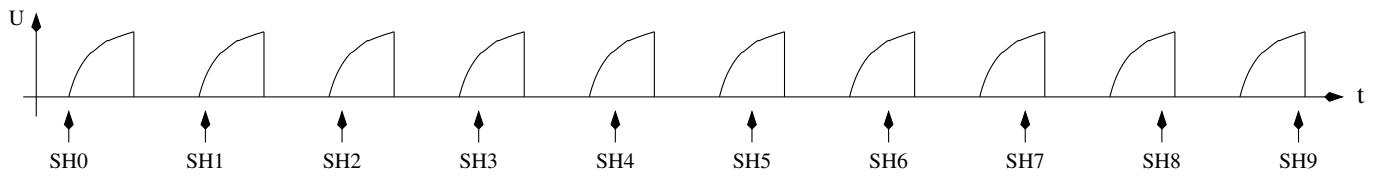

Рис. 5.30. Сканирование сигналов напряжения с помощью метода выборки
Радиолюбитель Pieter-Tjerk (PA3FWM) интегрировал возможность измерений очень малых значений ёмкости ($< 100 \text{ pF}$) методом выборки. Период преобразования АЦП на самом деле слишком длительный для непосредственного отбора быстро изменяющегося сигнала. Но напряжение входного сигнала удерживается заданное время цикла преобразования, во время (SH) выборки и удержания. АЦП требуется 13 тактов для полного преобразования, а такты АЦП задаются путем деления частоты процессора на 128 или 64. Входное напряжение АЦП фиксируется точно 1,5 такта для непрерывных циклов измерений. Если входной сигнал может быть сгенерирован снова и снова, мы можем сдвинуть время выборки АЦП от предыдущего к следующему повторению сигнала, чтобы получить последовательность выборок быстро изменяющегося сигнала. Обычный цикл АЦП занимает $13 \times 64 = 832$ тактов с тактовой частотой 8 MHz . Если мы повторяем входной сигнал с тактовым импульсом 831, то при непрерывном АЦП (режим свободного запуска), каждый последующий раз напряжение сигнала будет считываться на один такт позже чем предыдущий. Мы должны убедиться, что с помощью этого метода первая выборка сигнала АЦП будет выполняться в указанное время. Время следующих измерений АЦП будет сдвинуто на один тактовый импульс процессора позднее при каждом последующем повторении сигнала. Если сигнал можно точно повторить, то объединенный сигнал многих периодов будет таким же, как дискретизация и преобразование непосредственно с помощью АЦП, работающего с тактовым сигналом процессора 8 MHz . Рисунок 5.30 показывает